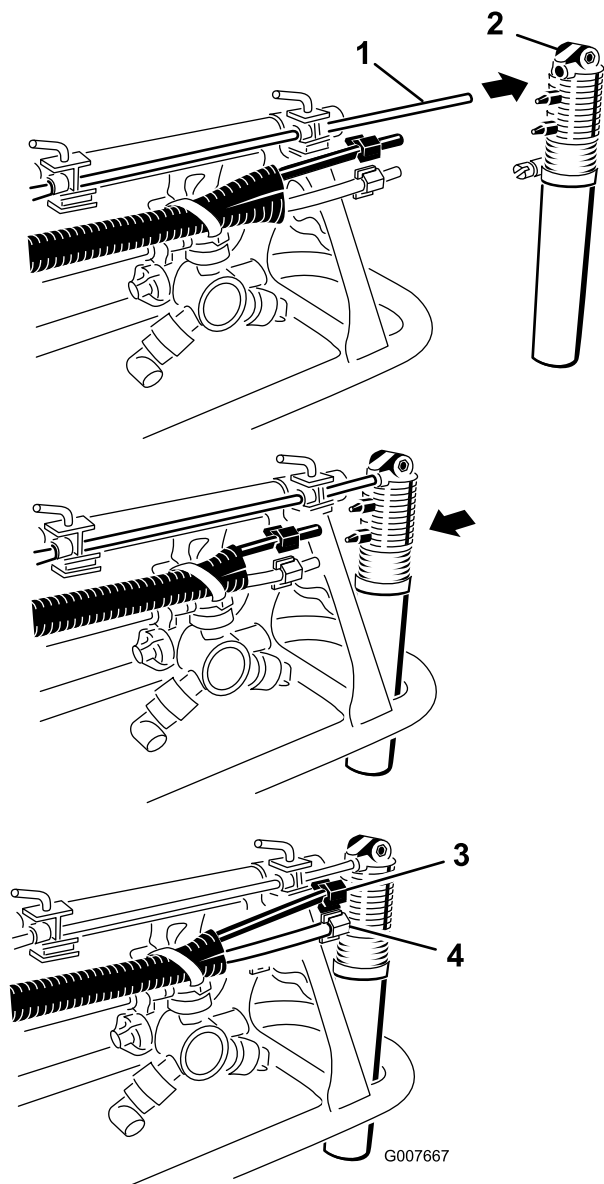

Figura 21
1. Individuate gli ugelli della schiuma nelle parti sciolte e montate un ugello sull'asta di montaggio come illustrato (Figura 21).